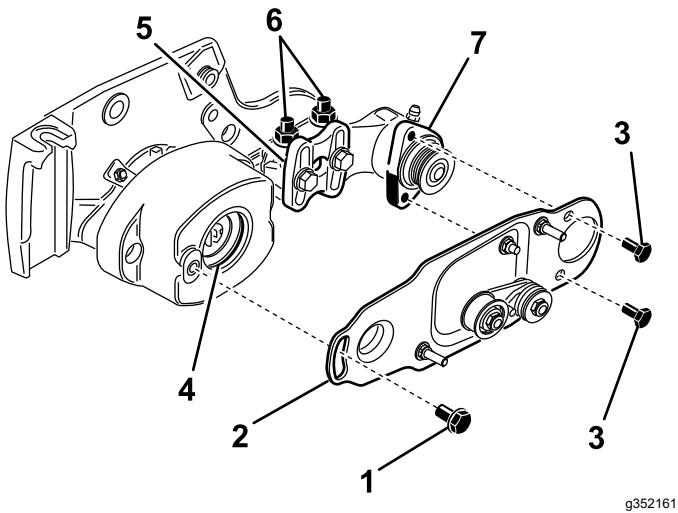

Рисунок 11
10. Нанесите слой консистентной смазки по внутреннему диаметру втулки в корпусе подшипника (Рисунок 11).
11. Ослабьте затяжку, но не отворачивайте полностью болты крепления корпуса подшипника щетки катка к монтажному кронштейну щетки катка (Рисунок 11).
12. Установите поворотную пластину щетки катка (Рисунок 11). Убедитесь в том, что втулка сохраняет правильное положение в корпусе
13. Нанесите состав Loctite 242 (синий) на 2 болта (5/16 x 5/8 дюйма) и используйте эти болты для установки пластины щетки на корпус подшипника щетки катка (Рисунок 11). Затяните болты с моментом от 20 до 25 Н·м.
- Ослабьте 2 фланцевые контргайки, крепящие монтажный кронштейн щетки катка к боковой пластине режущего блока (Рисунок 11).
- Поверните корпус подшипника щетки катка так, чтобы пластина щетки была параллельна боковой пластине режущего блока (Рисунок 11).
- Затяните 2 фланцевые контргайки, крепящие монтажный кронштейн щетки катка к боковой пластине режущего блока (Рисунок 11).
18. Нанесите на болт с буртиком состав Loctite 242 (синий) (Рисунок 11). Прикрепите пластину щетки к корпусу щетки катка с помощью болта с буртиком. (Рисунок 11). Затяните болт с моментом от 20 до 25 Н·м.